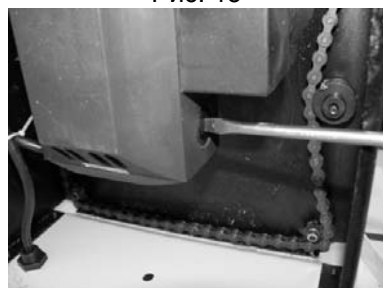

Рис. 16 (вид снизу)
15.4. Заменяйте угольные щетки, когда они изношены до 4,8 мм их длины, Рис.16. Щетки необходимо менять парами. Для безопасной и надежной работы машины помните, что ремонт, обслуживание и регулировка машины должны проводиться в сервисных центрах с использованием только оригинальных запасных частей и расходных материалов.